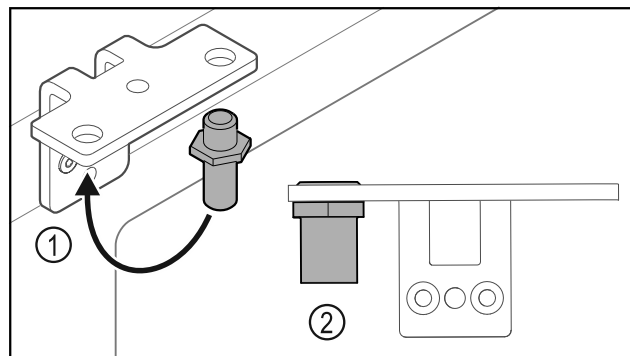

Fig. 38
- Μεταφέρετε τον πείρο Fig. 38 (1) στη γωνία μεντεσέ.
- Σφίξτε τον πείρο Fig. 38 (2) με ροπή 12 Nm.